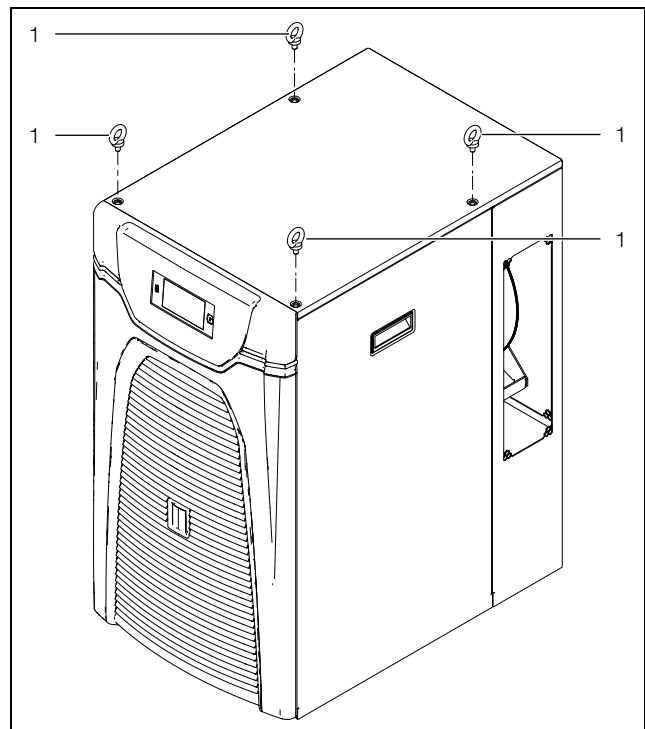

Abb. 24: Transportöse für Transport (3320200)
- Transportieren Sie den Chiller nur auf der mitgelieferten Palette bzw. an den dafür vorgesehenen Transportösen (Abb. 24, Pos. 1).